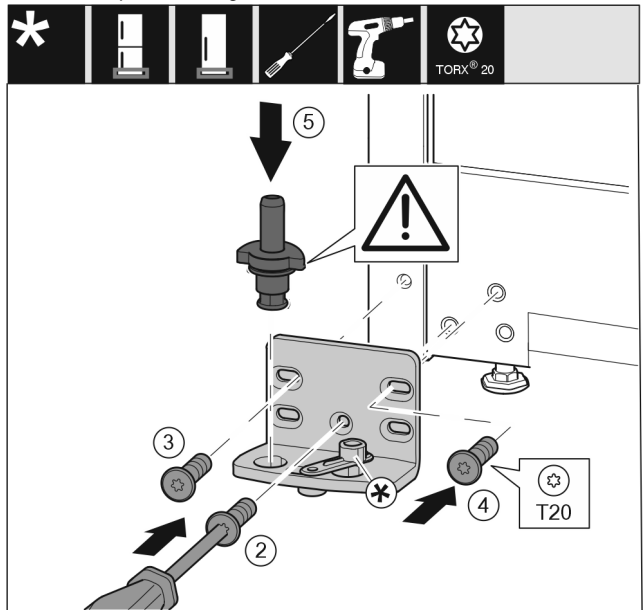

Fig. 36
- ▶ Sätt på lagerbocken på andra sidan och skruva fast den med hjälp av en skruvmejsel T20. Börja med skruv 2 längst ner i mitten. Fig. 36 (2)
- ▶ Dra åt skruvarna 3 och 4. Fig. 36 (3,4)
- ▶ Sätt in lagerbulten helt och hållet. Se till att låskammen är vänt bakåt. Fig. 36 (5)
- ▶ Sätt på lagerbocken på andra sidan och skruva fast den med hjälp av en skruvmejsel T20. Börja med skruv 2 längst ner i mitten. (2)*
- ▶ Vrid stängningsdämparbeslaget 180°. Skruva fast det på lagerbockens andra sida med hjälp av en skruvmejsel T20. (5)*
- ▶ Sätt in lagerbulten helt och hållet. Se till att låskammen är vänt bakåt. (6)*